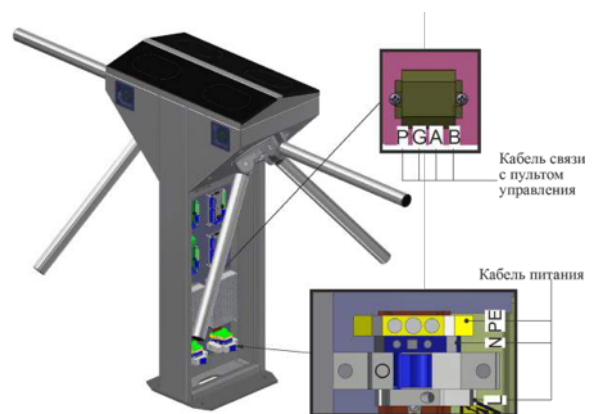

Рис. 15– Подключение кабеля питания и кабеля связи с пультом управления
13) Подключение турникета (Рис.15):
б) Подключить к клеммам кабель связи с пультом управления (Рис.15):